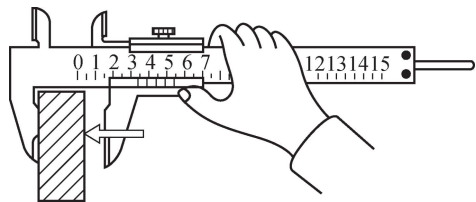
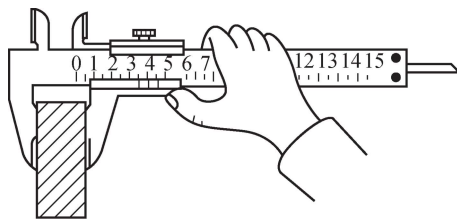
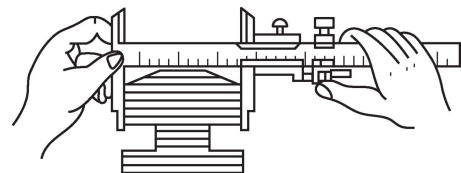
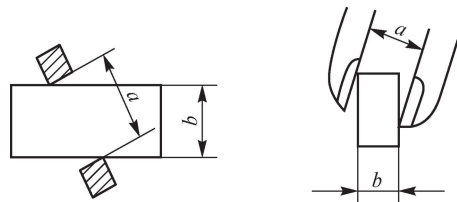

图 2-14 游标卡尺的使用方法
图 2-15 游标卡尺单手测量
图 2-16 游标卡尺双手测量
图 2-17 游标卡尺错误测量
- (1) 应按工件的尺寸和精度要求选用合适的游标卡尺。游标卡尺只适用于中等精度 (IT10 ~ IT16) 尺寸的测量和检验，不能用游标卡尺测量铸铁件等毛坯尺寸，也不能用游标卡尺测量精度要求过高的工件。
- (2) 使用前要擦净量爪，检查游标卡尺量爪和测量刃口是否平直无损，两量爪贴合时应无漏光现象。检查尺身和游标的刻线是否对齐；若未对齐，则应根据原始误差修正测量读数。
- (3) 测量外尺寸时，量爪应张开到略大于被测尺寸而自由套入工件，以固定量爪贴紧工件，然后轻轻推动游标，用轻微压力把活动量爪贴靠在工件的另一面，并使游标卡尺测量面接触正确，然后把紧固螺钉拧紧，读出读数，如图 2-14 所示。测量时用力不能过大，以免卡脚变形或磨损而影响测量精度。测量时，游标卡尺可使用单手测量，如图 2-15 所示，也可使用双手测量，如图 2-16 所示。游标卡尺测量面的连线应垂直于被测量表面，不能偏斜，如图 2-17 所示。